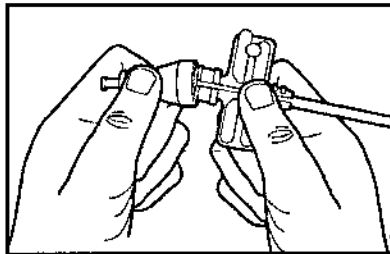

Figura 1
12. Una vez que el ensamble se introduce completamente en el sistema venoso, separe la tapa del dilatador del alojamiento de la válvula de la cubierta oscilando la tapa del dilatador fuera de la campana. (Vea la Figura 1)
(Vea la Figura 1)